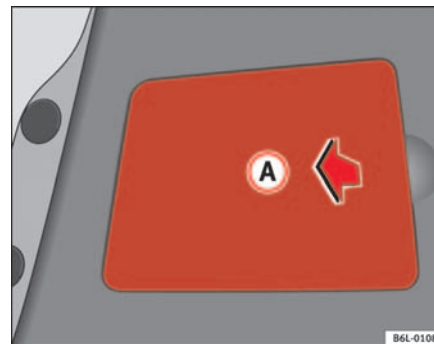

Fig. 151 Feu arrière dans le hayon
- Retirez le cache en plastique **(A)** ⇒ page 226, fig. 151, introduisez un doigt dans la fente et tirez dans le sens de la flèche.